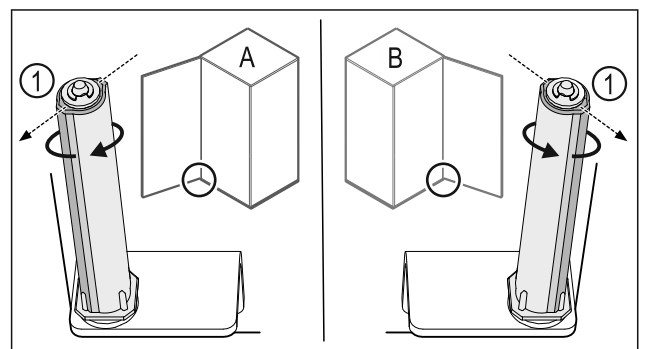

Fig. 55 Ovi avautuu vasemmalle (A) / ovi avautuu oikealle (B)
- ▶ Kierrä sulkuyksikköä vastusta vasten niin pitkälle, että sulkujärjestelmän porras Fig. 55 (1) osoittaa ulospäin.